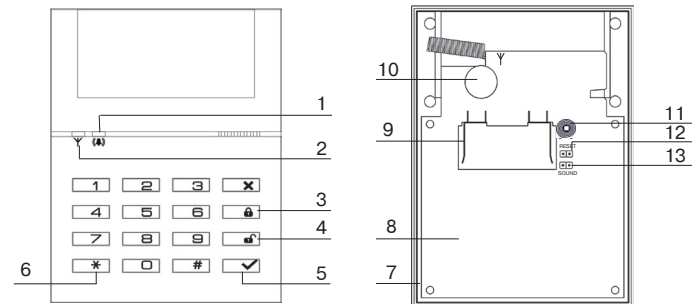

Рисунок 1
ПУВ-РК состоит из следующих элементов (рисунок 1): корпус (7) с установленной печатной платой (8). Батарея устанавливается в держатель (9). На печатной плате установлены: пьезоизлучатель (10) и переключатель для отключения звука (13), датчик снятия с места установки (11), контакты RESET (12) для перевода ПУВ-РК в режим «Связывания». Индикаторы общего назначения (1), (2) выведены на лицевую панель, и могут включаться или выключаться в соответствии с командой, принятой от ППК.
Звуковая индикация включается/отключается установкой/снятием переключателя («джампера») с тыльной стороны ПУВ-РК (рис. 1, поз. 13).
Установите батарею в держатель. Подготовьте ППК к регистрации в соответствии с инструкцией на ППК. ПУВ-РК будет периодически включать индикатор (рис. 1, поз. 1) зеленым цветом, что свидетельствует о его нахождении в режиме «Связывание». При отсутствии индикации, замкните контакты RESET (12) с тыльной стороны устройства и отпустите. В режиме «Связывание» ПУВ-РК находится в течение 100 с. Для возобновления режима «Связывания» замкните контакты RESET (12).
Для определения возможности использования ПУВ-РК в выбранном месте необходимо нажать клавишу **✓**, после этого ПУВ-РК отобразит качество радиосвязи с ППК на индикаторах (поз. 1,2, рис. 1) в соответствии с таблицей 4.